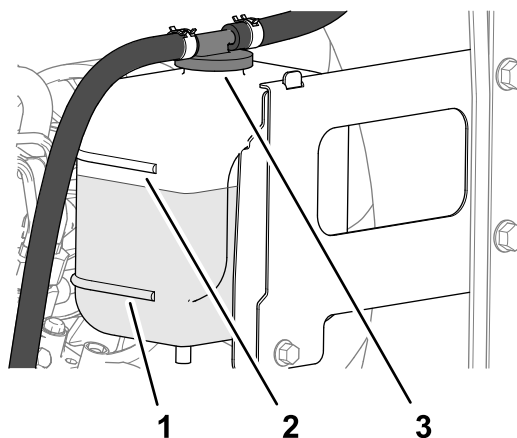

Figura 109
3. Compruebe el nivel de refrigerante en el depósito de expansión (Figura 109).